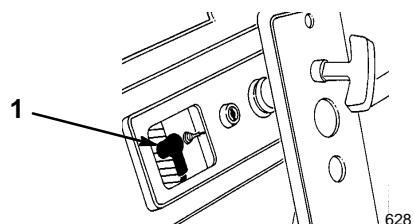

Figure 23
- Débrancher la bougie et la déposer (Fig. 23).